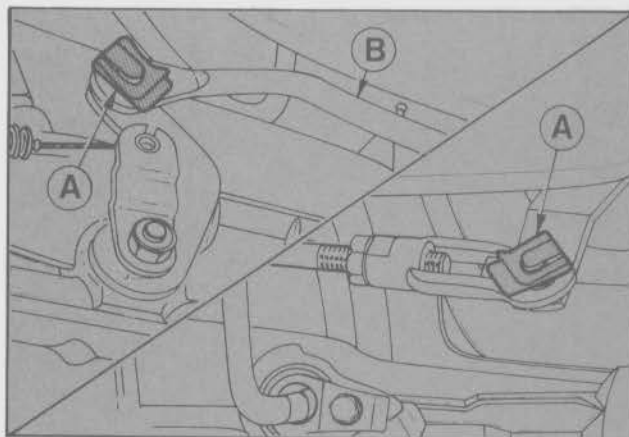

Fig. 132 - Montaje de la varilla selectora
- Extraer los dos clips de retención de la varilla selectora y retirarla de sus puntos de anclaje (Fig. 132).